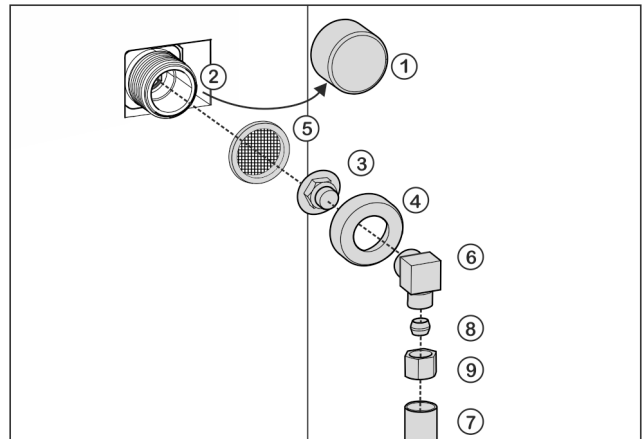

Fig. 15
- ▶ Kappe Fig. 15 (1) vom Magnetventil Fig. 15 (2) abziehen.
- ▶ Verbindungsstück Fig. 15 (3) in die Überwurfmutter Fig. 15 (4) einsetzen.
- ▶ Sieb Fig. 15 (5) mit der Vertiefung nach unten in Richtung Verbindungsstück Fig. 15 (3) einsetzen.
- ▶ Überwurfmutter Fig. 15 (4) mit der Hand auf das Gewinde des Magnetventils Fig. 15 (2) schrauben, bis ein sicherer und fester Sitz erreicht ist.
- ▶ Winkelstück Fig. 15 (6) anschrauben.
- ▶ Wasserleitung Fig. 15 (7) (z. B. 1/4"-OD-Kupferleitung) mit Hilfe von Klemmring Fig. 15 (8) und Mutter Fig. 15 (9) am Winkelstück Fig. 15 (6) anschließen.
- ▶ Wenn notwendig: Wasserleitung Fig. 15 (7) mit dem Rastbügel am Gehäuse fixieren.
- ▶ Winkelstück Fig. 15 (6) zur Seite legen.
- ▶ Wasserleitung Fig. 15 (7) (z. B. 1/4"-OD-Kupferleitung) mit Klemmring Fig. 15 (8) und Mutter Fig. 15 (9) am Verbindungsstück Fig. 15 (3) anschließen.